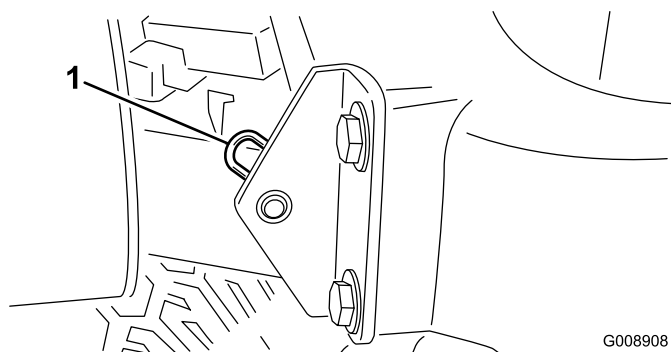

Figura 34
2. Retire el pasador que fija el pivote del capó a los soportes (Figura 34).